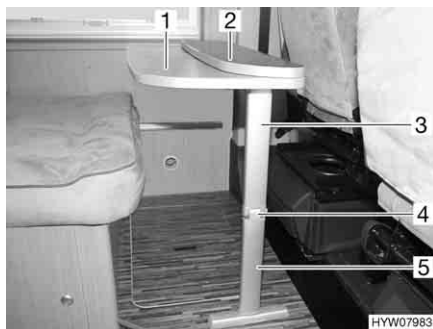

Fig. 31 Tavolo sospeso con ampliamento del piano del tavolo
Estrazione: ■ Aprire l'ampliamento del piano del tavolo (Fig. 31,2).
Riduzione delle dimensioni: ■ Chiudere l'ampliamento del piano del tavolo (Fig. 31,2).
- Sollevare leggermente il piano del tavolo in avanti (Fig. 31,1).
- Sbloccare il piede del tavolo (Fig. 31,3) sul braccio snodato (Fig. 31,4) e chiudere la parte inferiore del piede del tavolo (Fig. 31,5).
- Agganciare il tavolo sospeso nella sbarra di aggancio inferiore e collocarlo sul giunto del piede del tavolo (Fig. 31,4).